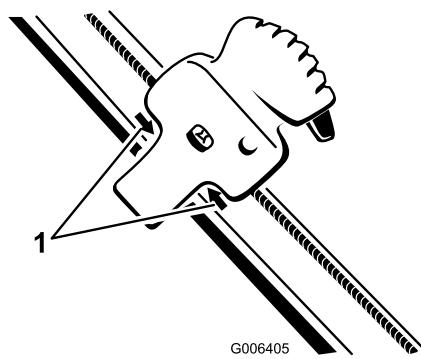

Figure 40
2. Placez la commande Quick Shoot entre les deux flèches situées sur le côté droit de la partie supérieure du guidon (Figure 40).